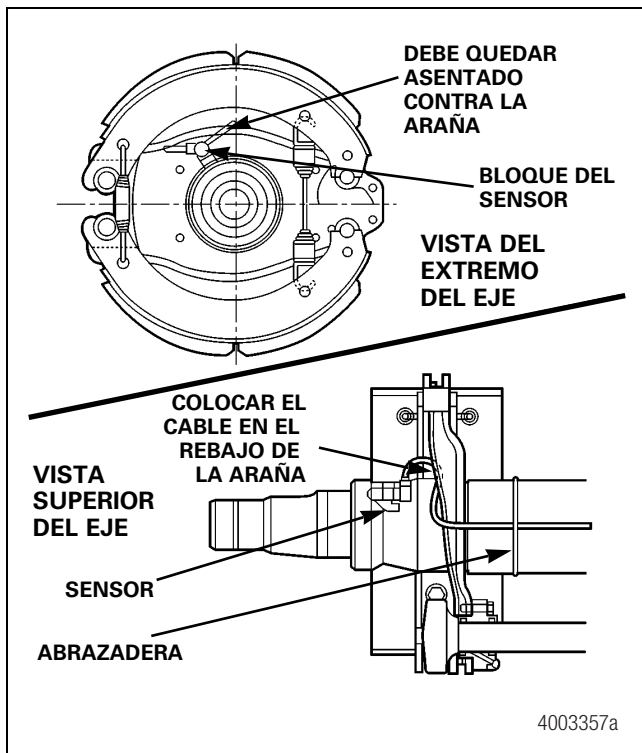

Figura 13.12
- Encamine de la manera siguiente los cables del ABS en los ejes modelo TN y TQ equipados con frenos de levas sin agujero en la araña para ABS. Figura 13.12.